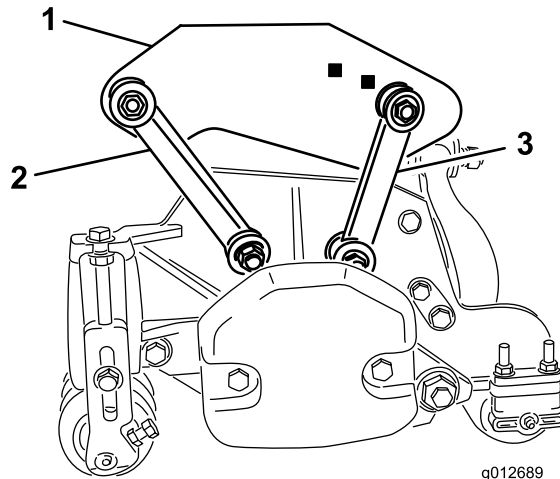

Bild 19
- Befestigen Sie die vorderen Befestigungslenker mit einer Schraube (3/8" x 2-1/4"), zwei Flachscheiben und einer Sicherungsmutter in den Löchern im Trägersrahmen, wie in Bild 19 abgebildet. Bringen Sie an jeder Seite der Verbindung bei der Montage eine Scheibe an. Ziehen Sie die Schrauben auf 42 N-m an.
- Befestigen Sie die hinteren Befestigungslenker mit einer Schraube (3/8" x 2-1/4"), zwei Flachscheiben und einer Sicherungsmutter in den Löchern im hinteren Trägersrahmen, wie in Bild 19 abgebildet. Bringen Sie an jeder Seite der Verbindung bei der Montage eine Scheibe an. Ziehen Sie die Schrauben auf 42 N-m an.